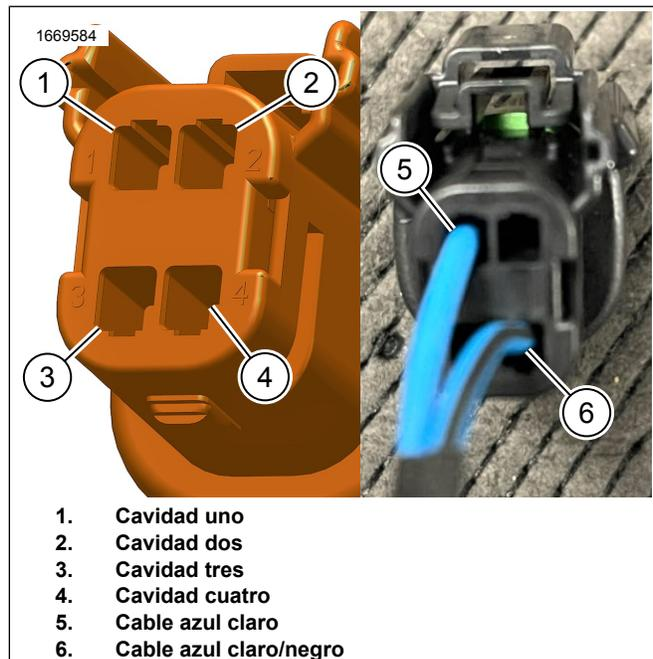

Figura 22. Arnés de recableado 69203031
1. 1. Consulte la Figura 22. Use una herramienta especial para quitar los terminales del conector.